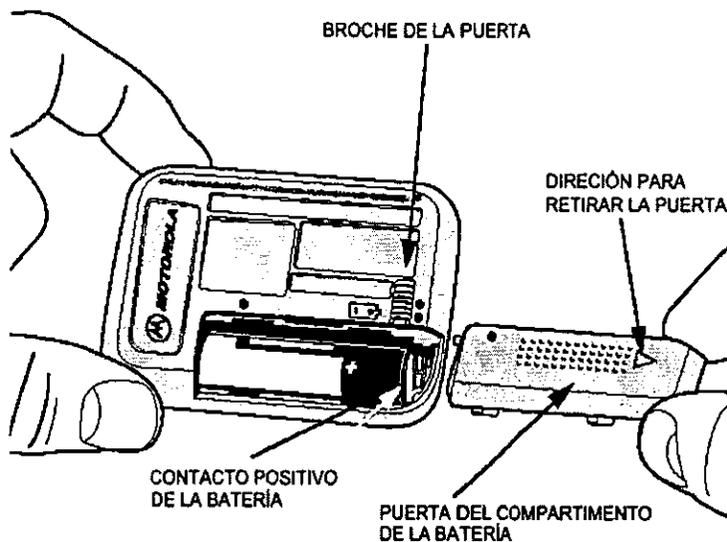

Figura 4.2.2 Abertura y ubicación de la puerta del compartimento de la batería
- Localizar en la parte posterior del radiolocalizador la puerta del compartimento de la batería como se muestra en la figura 4.2.2. Para abrir esta puerta, se debe deslizar el broche hacia la parte superior del radiolocalizador.
- La puerta del compartimento de la batería debe presionarse para poder deslizarse en la dirección para retirar la puerta como se muestra en la figura 4.2.2.